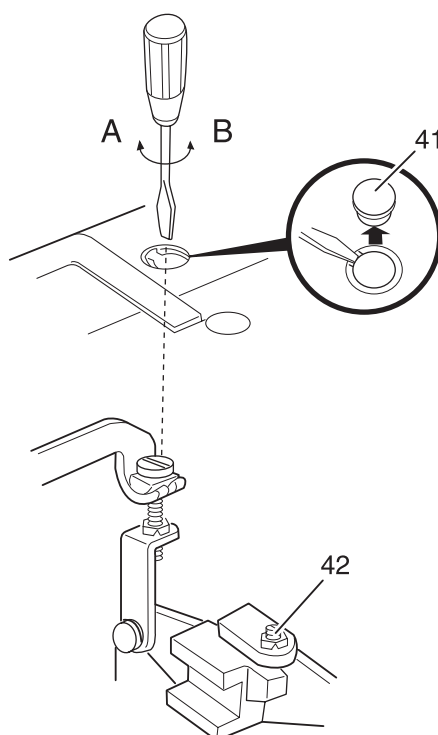

Рис. 31
- С помощью малой отвертки удалите пластмассовую заглушку 41 (рис. 31).